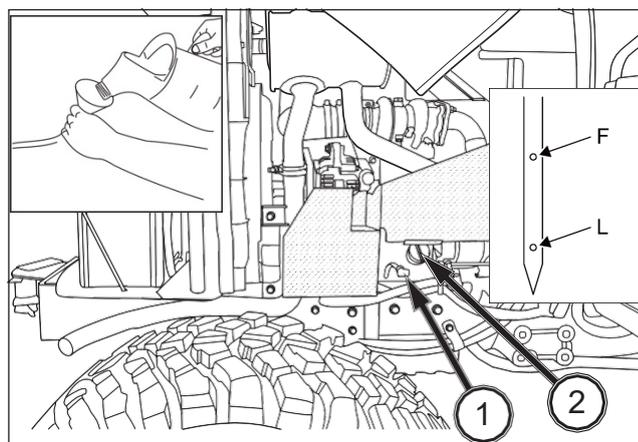

FIG. 87
FIG. 87: Para comprobar el nivel de aceite del motor - Aparque el tractor en un terreno plano. Asegúrese de haber dejado enfriar suficientemente el motor antes de proceder a su comprobación. Extraiga el indicador (1) y compruebe que el nivel de aceite se sitúa entre la referencia superior F e inferior L del indicador. Limpie el indicador, sustitúyalo momentáneamente en el motor y vuelva a comprobar el nivel de aceite.